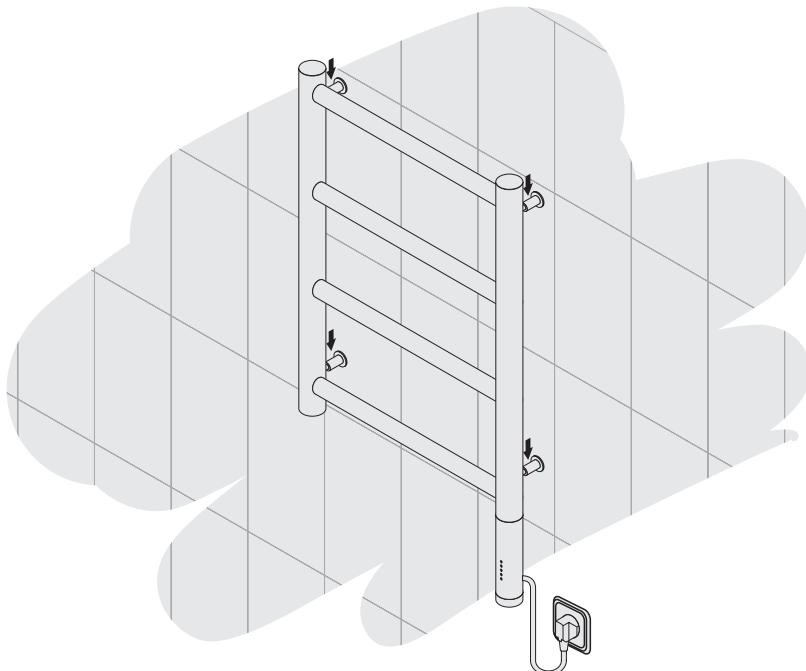

**Рис.3**
4.1.5. В полученных метках (п. 4.1.4.) сделать отверстия диаметром **6 мм** и произвести монтаж телескопических кронштейнов (рис. 3) с помощью саморезов и дюбелей.